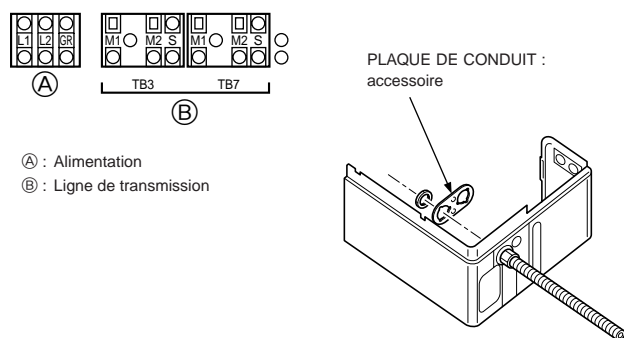

Fig. 6-1
6.2. Boîtier de commande et emplacement pour le raccordement des câbles (Fig. 6-1)
- Connectez la ligne de transmission de l'appareil intérieur au bloc de sorties de la ligne de transmission (TB3) ou connectez les fils entre les appareils extérieurs ou les fils du système de commande centrale au bloc de sorties de la commande centrale (TB7). Lorsqu'un câblage blindé est utilisé, connectez la terre blindée de la ligne de transmission de l'appareil intérieur à la vis de terre (⊥) et connectez la terre blindée de la ligne reliant les appareils extérieurs et la ligne de transmission du système de commande centrale à la borne de blindage (S) du bloc de sorties (TB7) de la commande centrale. De plus, si le connecteur d'alimentation CN41 des appareils extérieurs a été remplacé par CN40, la borne de blindage (S) du bloc de sorties (TB7) du système de commande centrale devrait également être reliée à la terre (⊥).